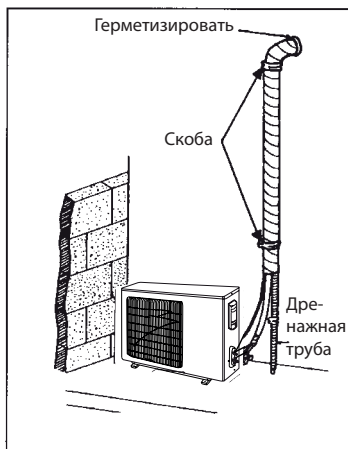

Рис. 15
1. Наружный блок установлен ниже внутреннего блока (см. рис. 15).